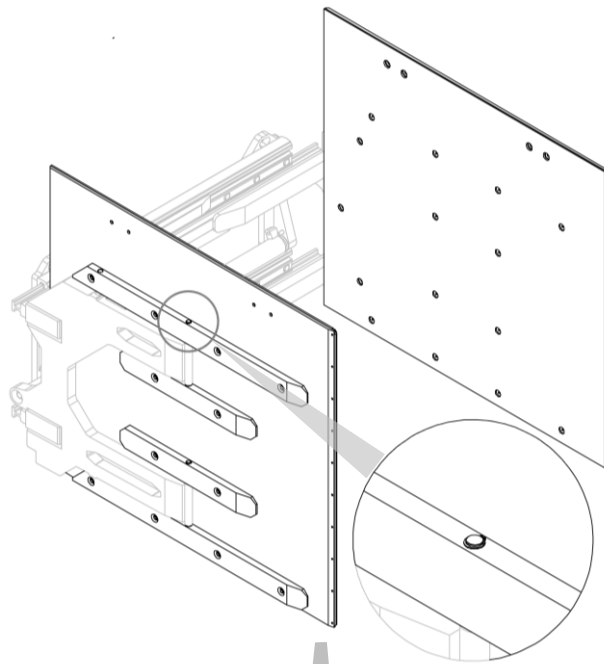
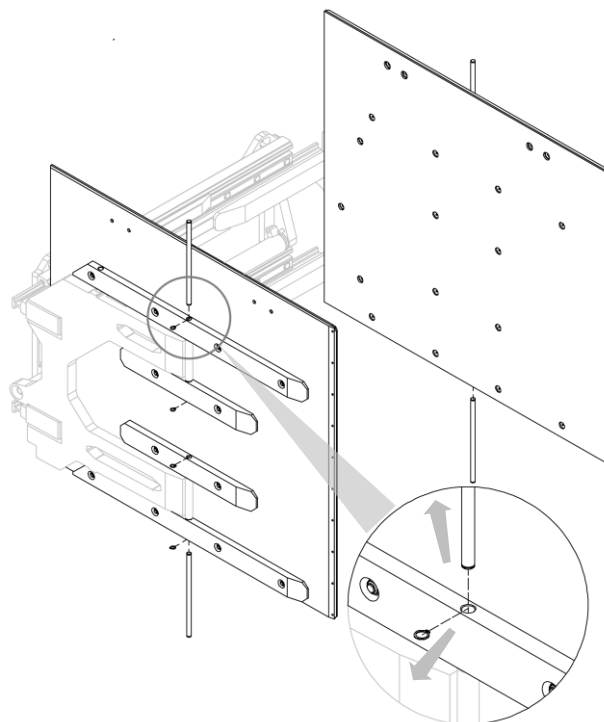

Figura 69
Figura 70
2. Rimuovere gli antoni (con i relativi piatti) dalle forcelle, dopo aver rimosso, uno per volta, i perni che li sorreggono (vedi *Figura 69* e *Figura 70*).